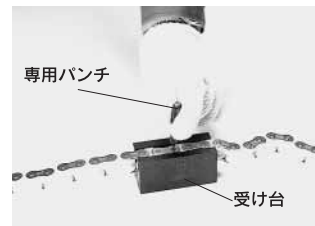

図13. プラコンビチェーンの切り方
- 1) チェーンの外プレートを受け台で受け、ピンの頭を専用パンチ（図13参照）で押えて、ハンマでパンチの頭を軽くたたきます。